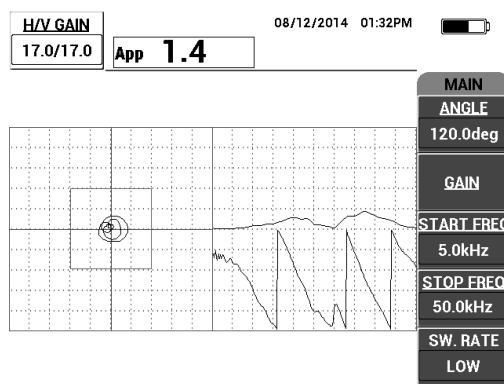

Рис. 6-57 Изображение развертки между двумя делениями
- Установите преобразователь на бездефектную часть образца, нажмите клавишу GAIN (**dB**) и настройте УСИЛ, так чтобы изображение развертки находилось между двумя делениями внутри квадрата сигнализации (см. Рис. 6-57 на стр. 170).